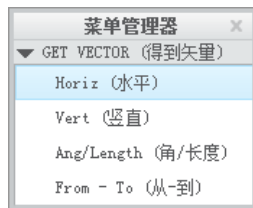

图 4.7.10 “得到矢量”菜单
Step3. 系统弹出 **GET VECTOR (得到矢量)** 菜单 (图 4.7.10), 选择 **Horiz (水平)** 命令, 在系统 **输入值 [退出]** 的提示下, 输入数值 30, 单击 **完成** 按钮, 如图 4.7.9b 所示。